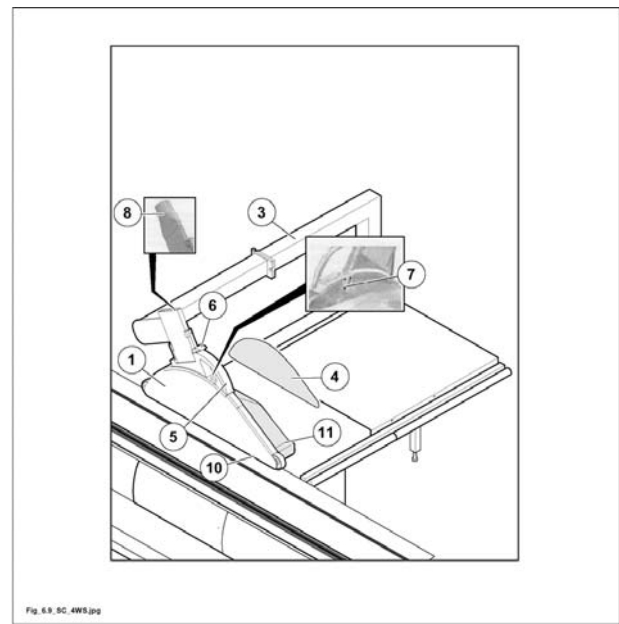

Fig. 6.9
Questa protezione si regola semplicemente alzando o abbassando la maniglia (5 fig. 6.9).
Con la maniglia (5 fig. 6.9) tenendo premuta la molla (6 fig. 6.9), sollevare ed abbassare parallelamente al piano la protezione (1 fig. 6.9) che manterrà la posizione scelta. La protezione è realizzata con un materiale "truciabile" (alluminio + policarbonato) per evitare che la lama in un accidentale contatto con la protezione, possa rovinarsi. Un'ulteriore protezione è data da due listelli in alluminio (10) fissati in basso, all'interno della protezione, per proteggerne i fianchi. I fianchi anteriore e posteriore sono in policarbonato trasparente, in modo che la lama sia visibile durante la lavorazione.
Per i tagli inclinati utilizzare il fianco posteriore largo (11 fig. 6.9) in dotazione alla macchina.
- ruotare il dispositivo di bloccaggio (7 fig. 6.9) e sfilare il fianco.
- inserire il fianco desiderato e per bloccarlo ruotare il dispositivo di bloccaggio (7 fig. 6.9).
La protezione è dotata di un attacco (8 fig. 6.9 diametro 80 mm) per l'allacciamento al sistema d'aspirazione centralizzato.